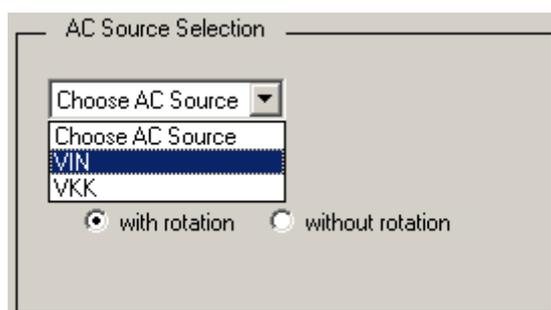

Рисунок. 4.2. Окно *AC Source Selection*
2. В появившейся форме в окне *AC Source Selection* (рис. 4.2) выбрать источник тока или напряжения, по которому будет производиться анализ.